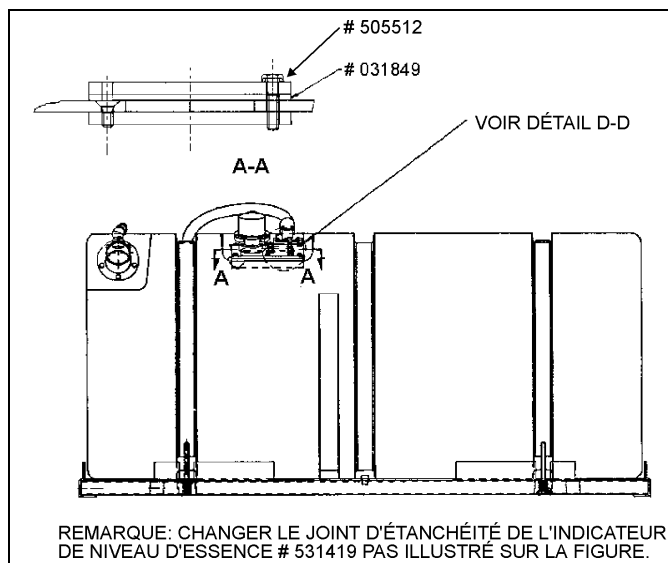

FIGURE 6
1. En utilisant le nouveau joint d'étanchéité et les nouvelles rondelles de cuivre (Prévost #031849 et #505512), remettre en place et fixer le panneau de contrôle du réservoir (Fig. 6).